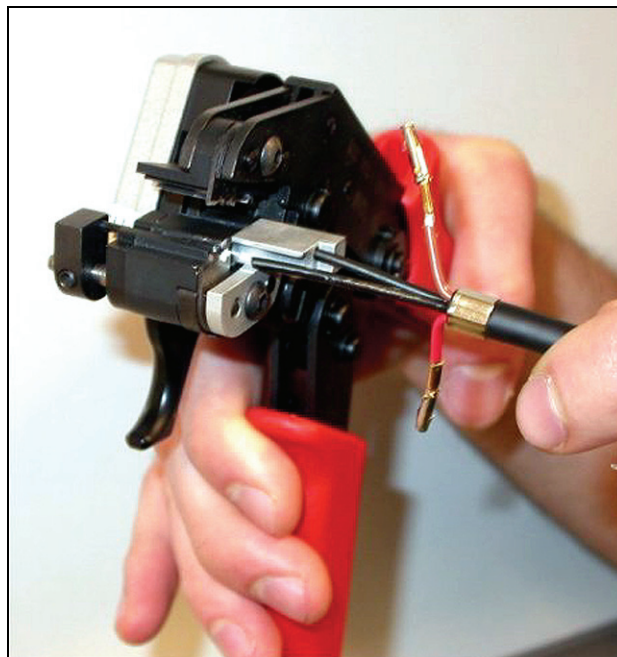
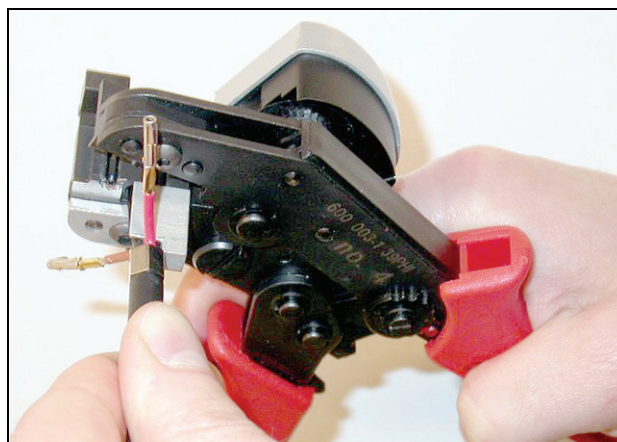

Abb. 29.16: Zuschneiden eines LWL (1)
Abb. 29.17: Zuschneiden eines LWL (2)
- 13 Kunststofflichtwellenleiter in das POF-Cutter-/Abisolierwerkzeug (Werkzeug 6) schieben. Den LWL, der abgeschnitten werden soll, in die kleine Führungsöffnung und den anderen in die große Führungsöffnung und den anderen in die große Führungsöffnung setzen (siehe Abb. 29.16). Die Buchse muss am Anschlag anliegen (siehe Abb. 29.17).